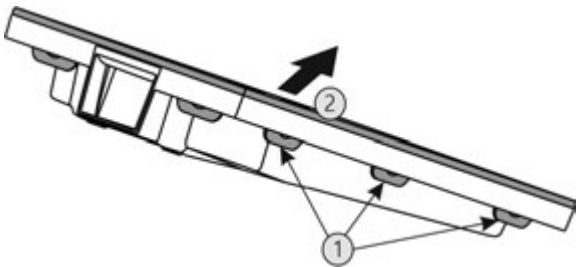

Fig. 49
- ▶ Всі накладки Fig. 49 (1) натиснути послідовно і вийняти кришку Fig. 49 (2).